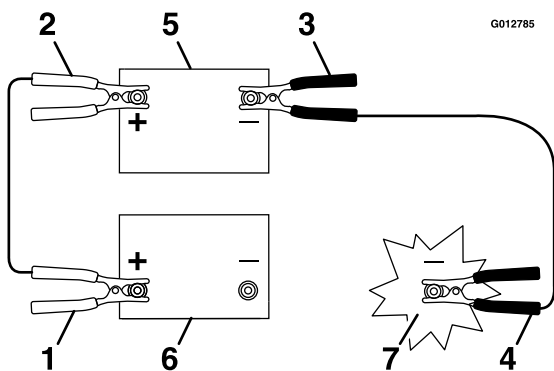

Figure 59
3. Connectez le câble positif (+) à la borne positive (+) de la batterie à plat qui est reliée au démarreur ou au solénoïde, comme montré à la Figure 59.